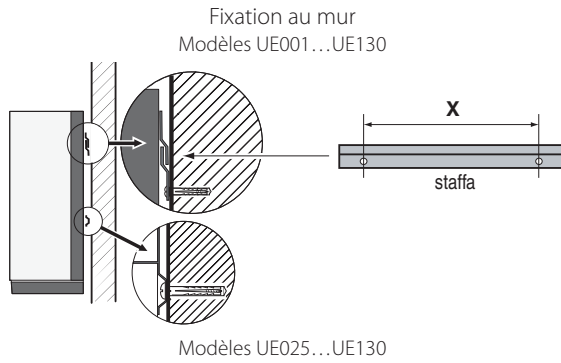

Fig. 1.e
4. bloquer l'humidificateur au mur à travers l'orifice pratiqué sur la ligne médiane arrière de la machine. Pour les poids et les dimensions, voir fig. 1.a, 1.b, 1.c.